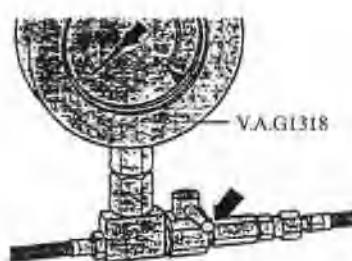

图 2.19 关闭压力测试仪的截止阀
④ 如果保持压力值到200kPa以下，继续进行检查。启动发动机并以怠速运转，在压力建立起来后关闭点火开关。如图2.19所示，关闭压力测试仪V.A.G1318的截止阀（开关手柄与流动方向垂直），注视压力表上的压力值。